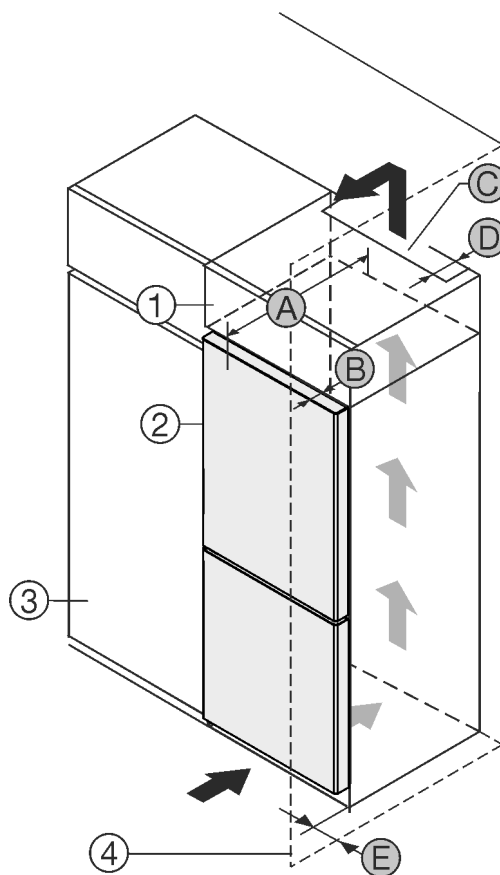

Fig. 1
- (1) Rátét szekrény
- (2) Berendezés
- (3) Konyhaszekrény
- (4) Fal
- (A) Készülék mélysége
- (B) Ajtó mélysége
- (C) Szellőzés keresztmetszete
- (D) Készülék hátsó oldalának távolsága
- (E) Távolság a készülék oldalától
A készülék közvetlenül a konyhaszekrény Fig. 1 (3) mellé állítható.
A rátét szekrény hátoldalán egy megadott mélységű Fig. 1 (D) szellőzőaknát kell kialakítani a rátét szekrény teljes szélességében.
A mennyezett alatt be kell tartani a szellőző keresztmetszetet Fig. 1 (C).
Ha a készüléket a zsanérjaival a fal Fig. 1 (4) mellé állítja fel, legalább 13 mm távolságot kell tartani a faltól.
Ha a készüléket a zsanérjaival a fal Fig. 1 (4) mellé állítja fel, legalább 20 mm távolságot kell tartani a faltól.
Ahhoz, hogy az ajtót teljesen ki tudja nyitni, a készüléknek a konyhaszekrény elülső oldalához képest legalább az ajtó mélységének Fig. 1 (B) megfelelően ki kell állnia. A konyhaszekrények Fig. 1 (3) mélységétől és a fali távtartók használatától függően a készülék nagyobb mértékben is túllóghat előre felé.